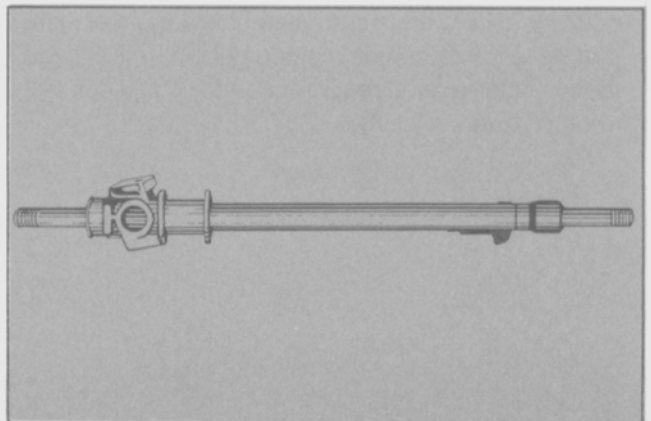

Fig. 11 - Instalación de la cremallera.
- Colocar la cremallera en la carcaza, haciendo que la zona dentada quede en coincidencia con el alojamiento del piñón. Hay que evitar que esta zona dentada pase por el buje durante la introducción, y la posición final de la cremallera debe ser la de marcha en línea recta del vehículo (los extremos deben sobresalir en medidas iguales a ambos lados de la carcaza). (Fig. 11).